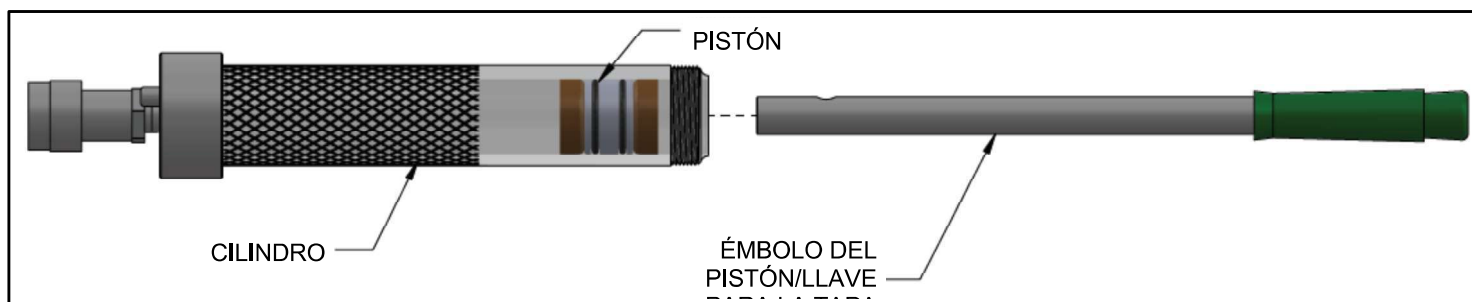

Figura 5
- 2.) Para insertar el sellador en un cilindro de sellador, cerciórese de que el pistón esté en el fondo del cilindro. En la Figura 5, se muestra cómo empujar el pistón hacia adentro del barril. La bomba hidráulica conectada debe estar en la posición de liberación para permitir que el aceite fluya de vuelta a la bomba. El pistón quedó muy apretado. Podría ser necesario un martillo para introducir el pistón hasta el fondo. Si se perdiese el émbolo del pistón suministrado, se puede usar un trozo de tubo o mango de un martillo para regresar el pistón.